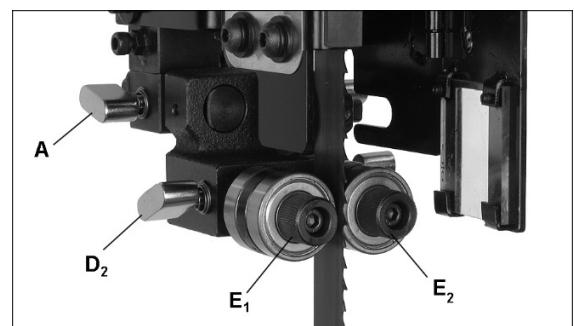
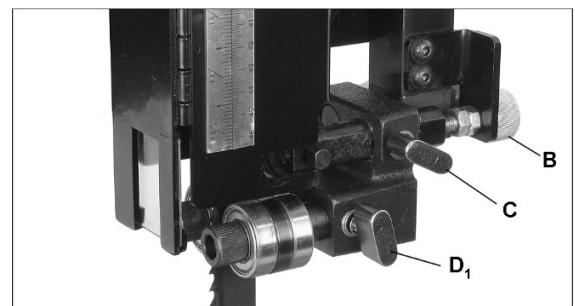
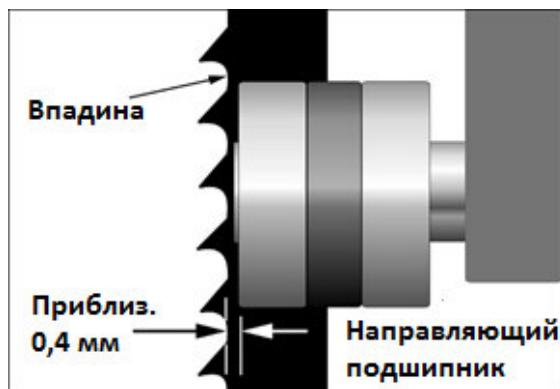

Рис. 27: регулировка верхних направляющих пильного полотна
Рис. 28: регулировка верхних направляющих пильного полотна
Рис. 29: положение направляющего подшипника
- Ослабьте стопорный винт (Рис. 27, А). Убедитесь, что ручка (Рис. 28, С) затянута.
- Перемещайте кронштейн направляющих путем вращения рифленой ручки (Рис. 28, В) до тех пор, пока расстояние между передней плоскостью направляющего подшипника и впадиной (изогнутой площадкой в основании зуба пилы) не составит около 0,4 мм. См. Рис. 29.
6. Затяните стопорный винт (Рис. 27, А), чтобы зафиксировать положение.
7. Ослабьте стопорный винт (Рис. 27, D₂; Рис. 28, D₁) направляющих подшипников.
8. Направляющий подшипник вращается на эксцентриковом валу. Отрегулируйте подшипник путем вращения рифленой ручки (Рис. 27, E₁, E₂); расстояние между пильным полотном и подшипником должно составлять около 0,1 мм. Быстрый способ выставить данное расстояние – это вставить между полотном и подшипником новую банкноту (толщина банкноты составляет примерно 0,1 мм). Произведите регулировку подшипника так, чтобы он слегка удерживал банкноту.
9. Затяните стопорный винт (Рис. 27, D₂; Рис. 28, D₁) и извлеките банкноту.
См. Рис. 28 и 30.
3. Ослабьте ручку (Рис. 28, С) и вращайте рифленую ручку (Рис. 28, В), чтобы переместить упорный подшипник к задней стороне пильного полотна.
5. Затяните ручку (Рис. 28, С).